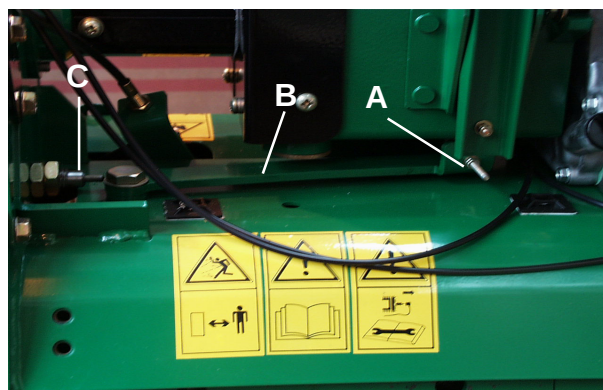
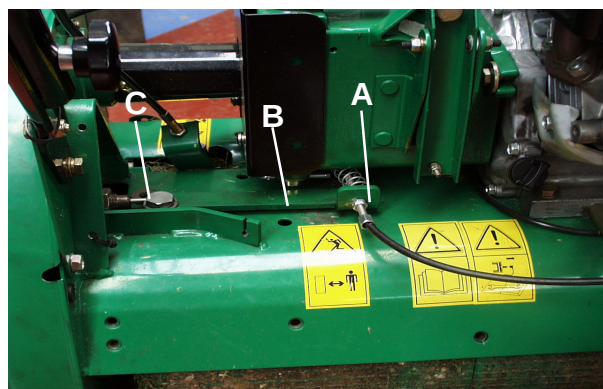

Fig. 8.9a
Fig. 8.9b
Per Marquis e Super Bowl con frizione del rullo del terreno ad azionamento Motivair, consultare la Fig. 8.9a
Per Marquis, Super Bowl e Super Certes con frizione del rullo del terreno ad azionamento via cavo, consultare la Fig. 8.9b
Allentare i controdadi (A) e girare il regolatore Fig. 8.9b o i controdadi Fig. 8.9a in modo che la leva (B) tocchi appena il perno (C).